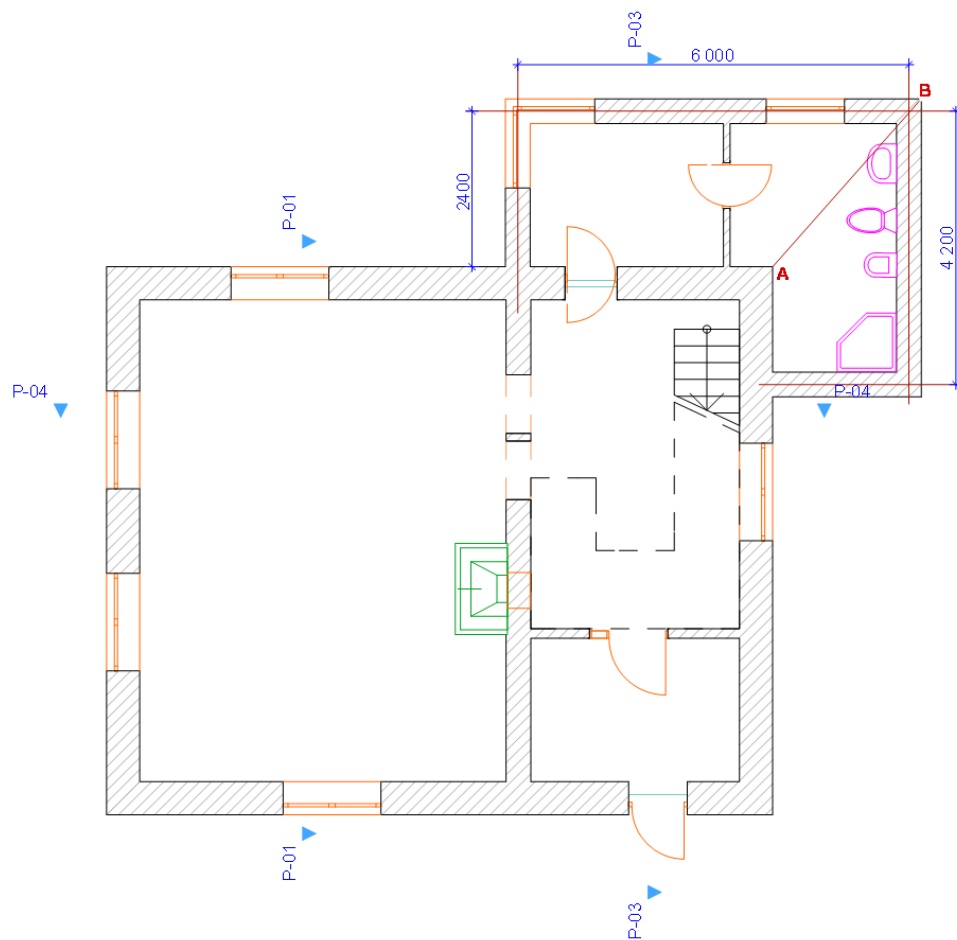

Рис. 4.1. Размеры и планировка хозяйственной пристройки.
1. Построить стену с параметрами: высота – 2700; толщина – 380; осевая линия проходит по центру стены. Предварительно построить дополнительные строительные оси. Размеры для построения осей даны на рис. 4.1.